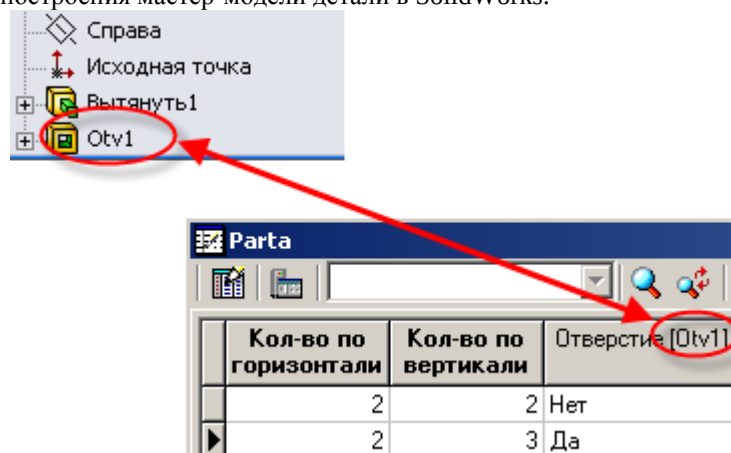

Рисунок 5.11
- 2.3. Для того чтобы компонент был погашен (не отображался при установке детали), в поле с наименованием данного компонента (например, Отверстие) устанавливаем значение **Нет** (см. Рисунок 5.11). Соответственно, если необходимо, чтобы компонент отображался, устанавливаем значение **Да**.